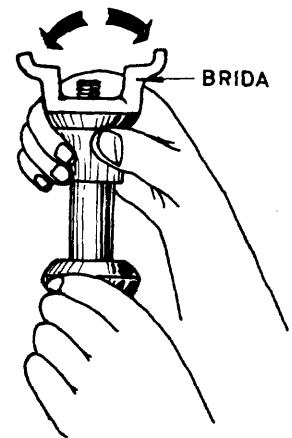

Fig. 1
- c Verifique que las estrías del piñón no presenten desgaste o deformaciones y compruebe el juego usando la brida (fig.1).